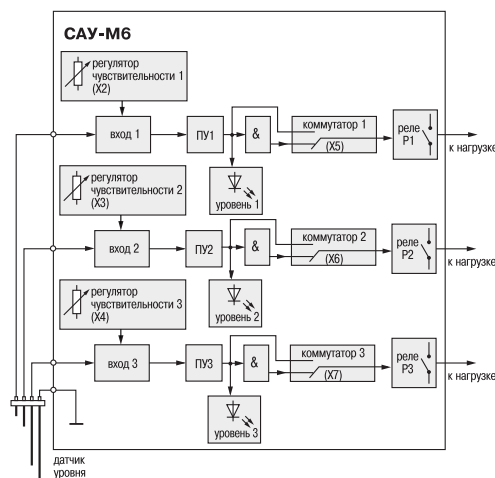

Рис. 1
3.1.1. Функциональная схема прибора САУ-М6 представлена на рис. 1. Прибор состоит из трех одинаковых по выполняемым функциям каналов контроля уровня.
3.1.4. В состав каждого канала прибора входит ступенчатый коммутатор **X2 (X3, X4)**, см. рис. 1, являющийся регулятором чувствительности канала контроля уровня к электропроводящим свойствам жидкостей, что позволяет работать с различными жидкими средами.
Для расширения функциональных возможностей прибора режим работы реле в любом из каналов может быть изменен пользователем при помощи коммутаторов **X5 (X6, X7)**, см. рис. 1. При соприкосновении электрода датчика с жидкостью выходное реле в зависимости от положения его коммутатора может переводиться в состояние «включено» или, наоборот, в состояние «выключено».